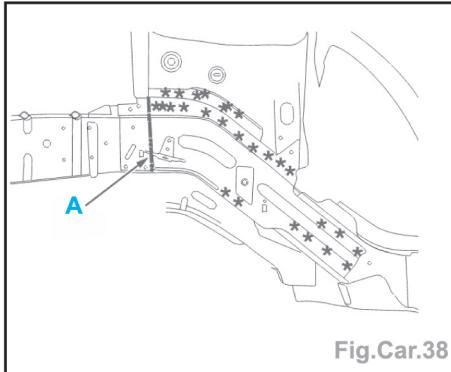

Fig. Car.38
- Tracer puis couper la fermeture de brancard (suivant A) (Fig.Car.38).